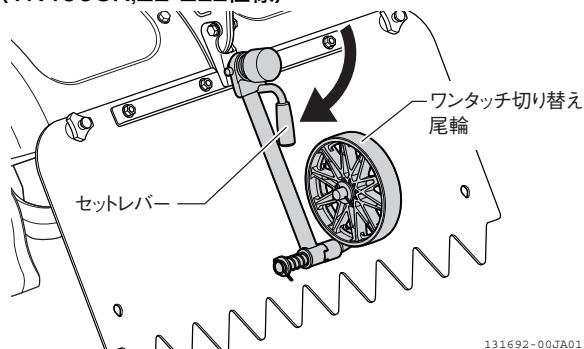
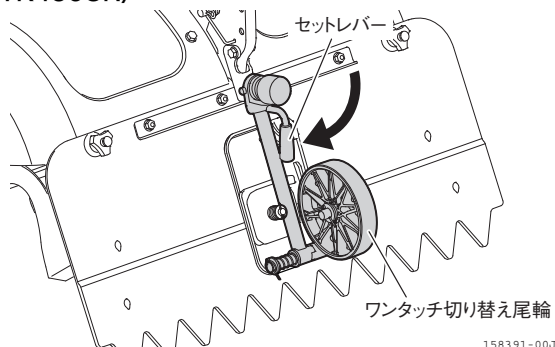

図 3-7 尾輪（移動1）
図 3-8 尾輪（移動1）
1. セットレバーを手前に引き、尾輪を下にセットします。(図 3-7, 図 3-8)